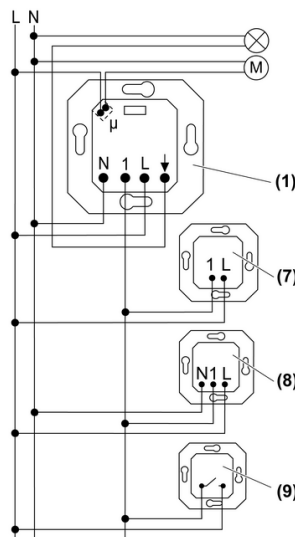

Figure 2: Schéma de raccordement avec postes auxiliaires en option
- (1) Mécanisme encastré
- (7) Mécanisme de poste auxiliaire bifilaire
- (8) Mécanisme de poste auxiliaire trifilaire
- (9) Poussoir d'installation, contact à fermeture
- Raccorder le mécanisme conformément au schéma de raccordement (figure 2).